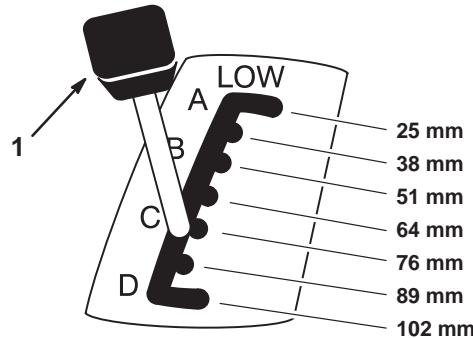

Bild 6
2. Ziehen Sie den Schnitthöhenhebel (Schneidwerkhub) an und in die gewünschte Position (Bild 6).